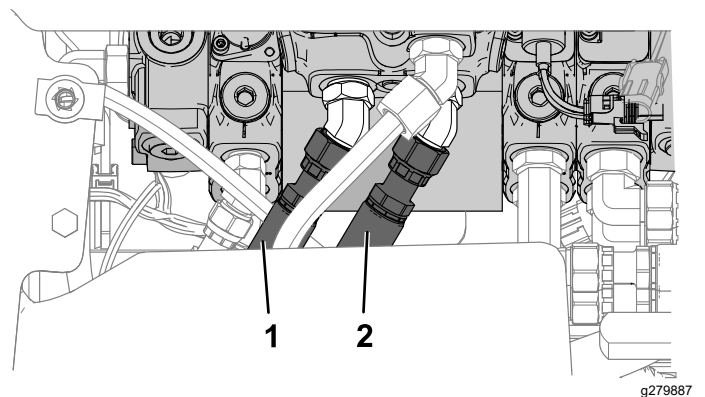

Figura 11
2. Desconecte los manguitos hidráulicos que se muestran en la Figura 11 de la válvula de la palanca hidráulica.